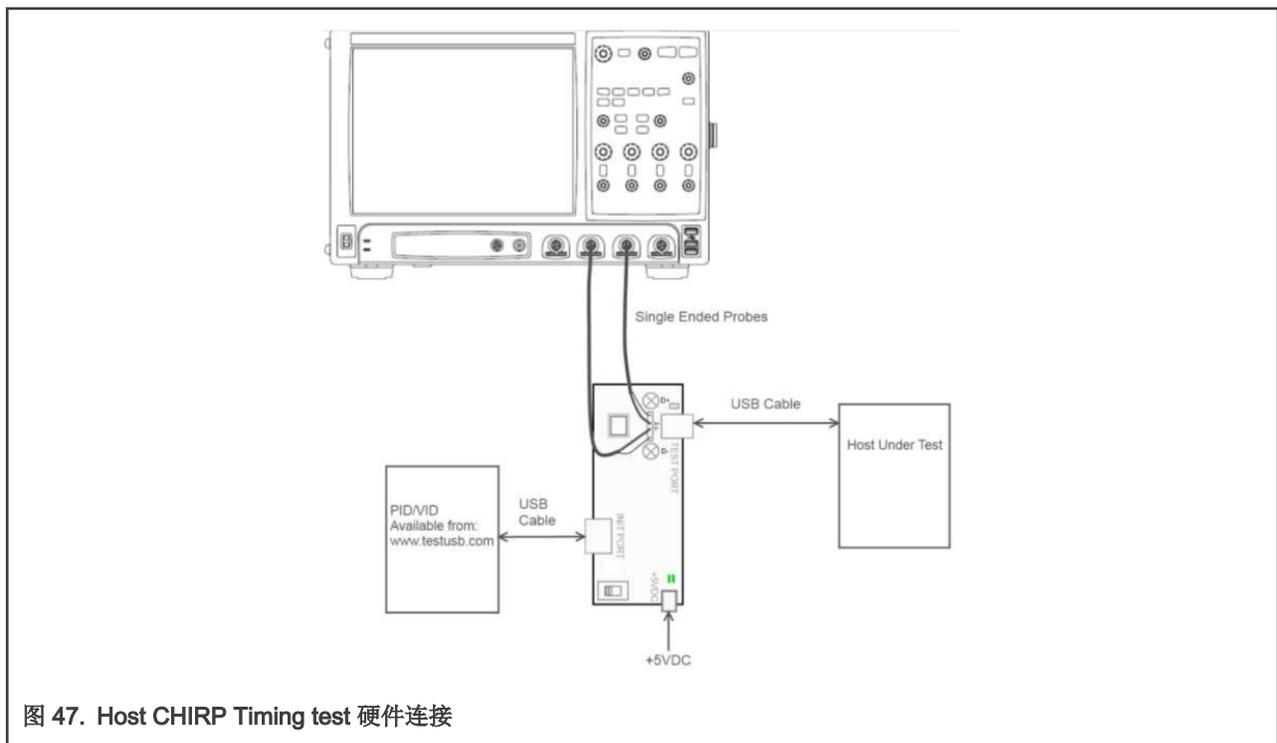

图 47. Host CHIRP Timing test 硬件连接
- 按照图 47 连接好被测 Host，夹具以及示波器。将 50 欧姆的终端电阻接入夹具上的 SMA 接口，保证夹具上的开关处于 OFF 状态，绿色电源灯亮。
2. 按照图 47 连接好被测 Host，夹具以及示波器。将 50 欧姆的终端电阻接入夹具上的 SMA 接口，保证夹具上的开关处于 OFF 状态，绿色电源灯亮，黄色测试灯不亮。